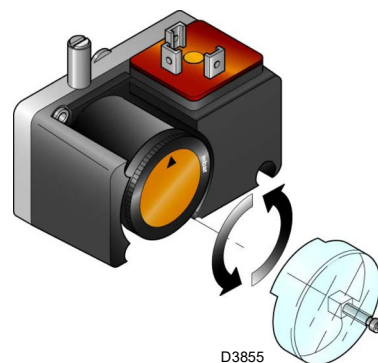

Fig. 31
- Reglați comutatorul de presiune minimă a gazului (Fig. 31 la pag. 33) la începutul scării.
Efectuați reglarea comutatorului de presiune minimă a gazului (Fig. 31) după reglarea arzătorului, a supapelor de gaz și a stabilizatorului de rampă.